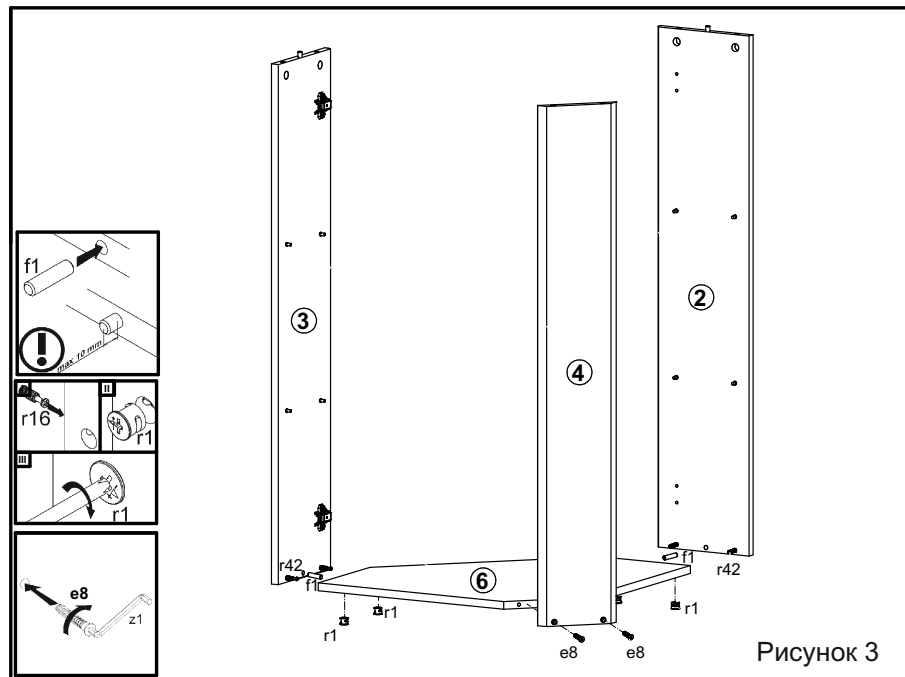

Рисунок 3
4. В отверстия $\varnothing 15$ мм на внутренних поверхностях стенок боковых **2, 3**, щита заднего **4**, на нижней поверхности полки соединительной **6** вставить стяжки эксцентриковые **r1** (см. рис. 3).